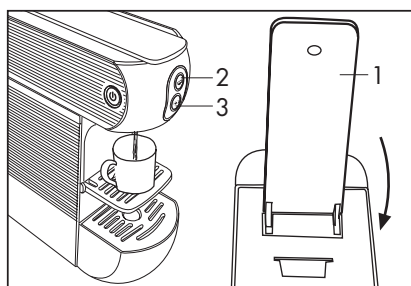

Abb. 10
**Bevor Sie die Kapsel einsetzen, heben Sie langsam den Steuerhebel (1) an der Oberseite des Geräts bis zum Anschlag hoch, um die gebrauchte Kapsel auszuwerfen. Aus hygienischen Gründen und um die hochwertige Qualität des Produkts zu bewahren, empfehlen wir die Kapsel nach Gebrauch sofort zu entfernen.**
- Schließen Sie den Hebel (1) richtig, drücken Sie die Abgabetaste (2) nochmals bis die gewünschte Getränkmenge erreicht worden ist (**Abb. 10**). Sollte sich der Hebel nur schwer schließen lassen, öffnen und schließen Sie ihn nochmals.
- Während der Abgabe blinkt die Abgabetaste (2) bis die Abgabe beendet ist.
- Wenn Sie eine große Tasse Kaffee (verdünnter Kaffee) zubereiten möchten, drücken Sie die Abgabetaste (2). Nach der Abgabe des Espresso und nach Ausstoß der Kapsel, drücken Sie Taste nochmals, um die gewünschte Menge Warmwasser hinzuzufügen.
- Um die Kapsel heraus zu nehmen, heben Sie den Hebel (1) langsam. Wird die Kapsel nicht ausgestoßen, wiederholen Sie den Vorgang oder drücken Sie die Abgabetaste (2) bei gleichzeitigem Heben des Hebels (1).